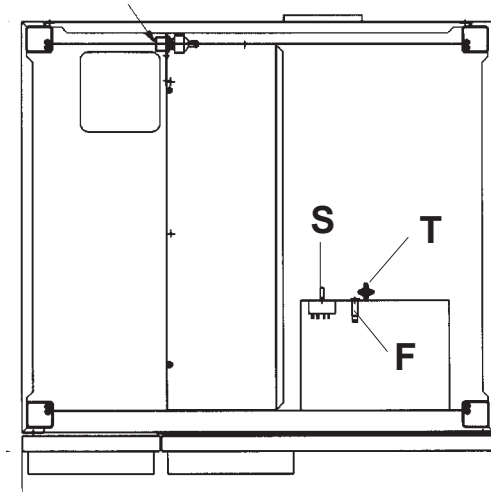

fig. 3
**7.1 Termostato di sicurezza vano caldo** (fig. 3), a ripristino manuale, interviene escludendo il riscaldamento. L'accesso avviene estraendo la scatola completa del pannello comandi in modo da riarmare il pulsante "T" del termostato posizionato sul cielo esterno del vano caldo.
**7.2** L'apparecchiatura è dotata di un **fusibile "F"** (fig. 3) (da 5 A F, ad intervento rapido e potere interruzione da 35A) a protezione
- Il regolatore d'energia danneggiato o da regolare, ruotando il perno "S" (fig. 3).